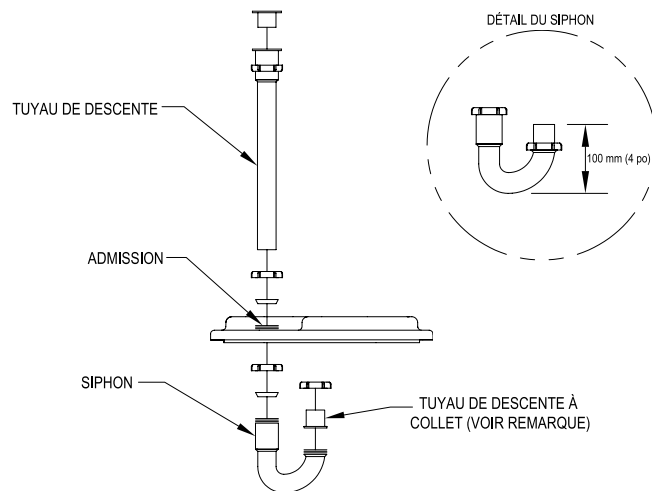

Figure 4.2
- 4.2) Installer les composants d'évacuation de l'évier sur le couvercle, comme montré à la figure 4.2.